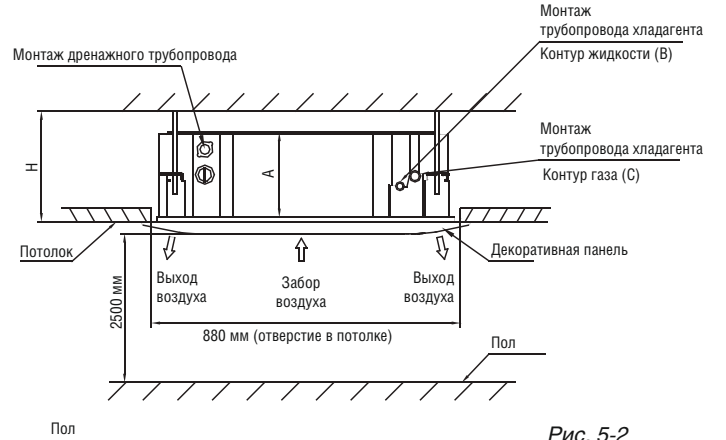

Рис. 5-2
- 1 По форме бумажного установочного шаблона вырежьте в потолке квадратное отверстие 880 x 880 мм. (См. рис.5-2)